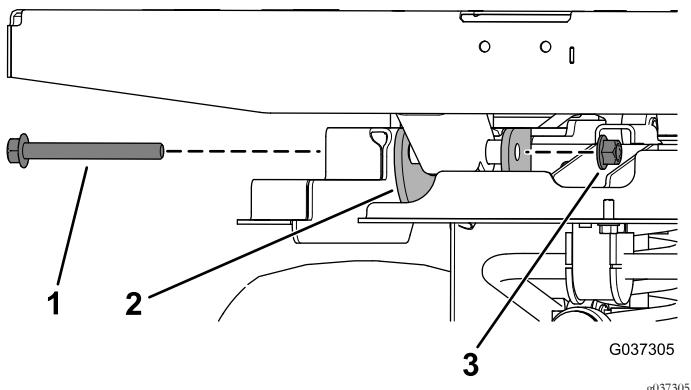

Figure 6
- Insérez les 2 vis à embase ($\frac{1}{2}'' \times 4\frac{1}{2}''$) dans le support de pivot et fixez-les avec les 2 contre-écrous ($\frac{1}{2}''$), comme montré à la Figure 6.